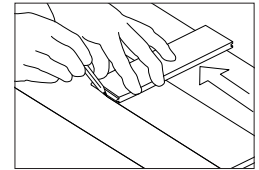

Figura 13
- Tabla de sacrificio: Si la pared no está derecha, corte la primera tabla (Figura 13) según sea necesario para mantener alineamiento con la línea entizada. Instale una tabla de sacrificio (con un borde recto) utilizando los sujetadores apropiados para la base. Si se usa una tabla para la hilera de comienzo, asegúrese de que la ranura quede dirigida hacia la pared.
- Cúñas: Alinee la primera hilera con la pared usando las cúñas para mantener la expansión de 1/2" (13 mm) en posición y estabilizar el producto. Si la pared no está derecha, corte la primera tabla (Figura 13) según sea necesario para mantener alineamiento con la línea entizada.